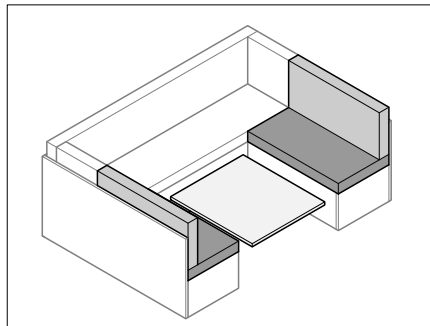

Bild 72 Tisch umbauen
- Tisch (Bild 72) zum Bettunterbau umbauen (siehe Abschnitt 7.7).